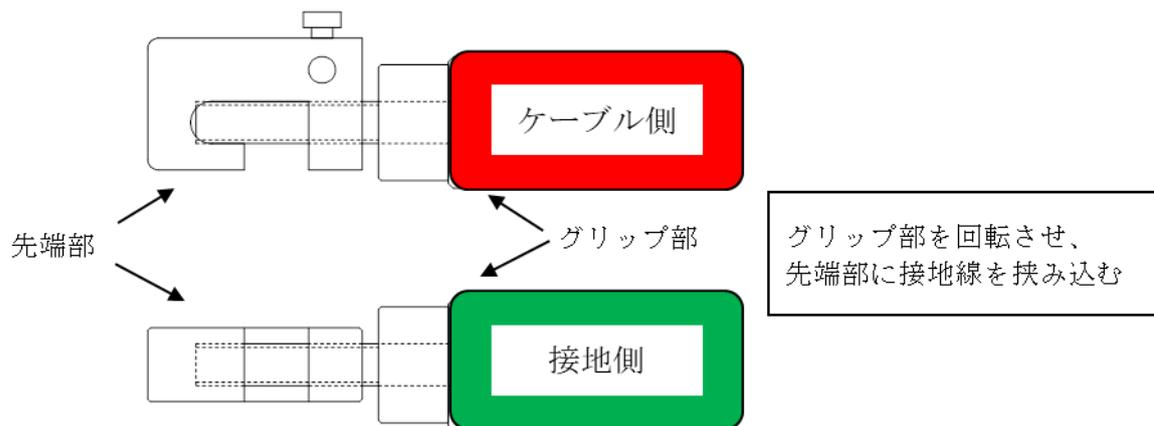

図 5.2 接続金具
- ⑥ 電源アダプタの〔電源〕スイッチを押して、電源をONにします。
- ⑦ 測定装置の自己チェック機能が動作しますので、液晶表示画面で異常メッセージの有無を確認します。
- ⑧ 測定装置を操作して、各種設定をキー入力します(測定装置の操作方法については後述します)。
- ⑨ 液晶表示画面でコネクタ接続確認の指示画面になった後、測定用リード線を重畳装置に接続します。
- ⑩ 重畳装置のパネル面、電磁接触器〔閉〕(緑色)のランプが点灯していることを確認します。
- ⑪ 対象のケーブルが目的の被測定ケーブルであることを確認します。
- ⑫ 測定用リード線が重畳装置に接続されていることを確認した後、被測定ケーブルの接地線に、先端の接続金具(図 5.2)を用いて測定用リード線を接続します。接続金具の配列はグリップ部の表示に従い(図 5.3)、測定中に外れないように確実に固定して下さい。専用の端子台が設置されている場合は、測定用リード線先端の圧着端子を使って接続してください(図 5.4)。
- ⑬ 既設接地線に測定用リード線が接続されているのを確認し、エンターキーを押します。測定用リード線断線チェックが開始されます。